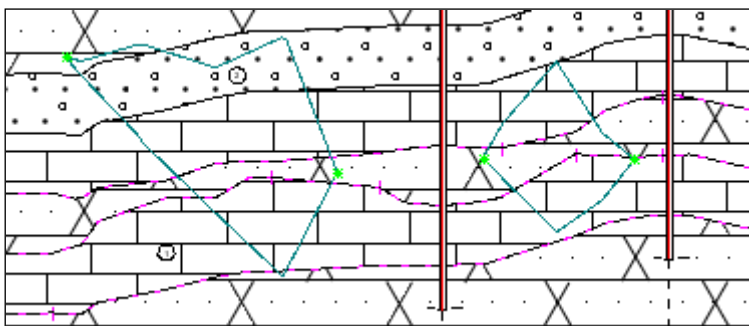

Рис. 12.11
4. Щелкните в окне **Продольный профиль** *правой кнопкой мыши*. В открывшемся контекстном меню выберите – **Установить проект «Разрез ОГМ-Геология» активным**. На данном объекте присутствуют снятые поверхности свода и дна пещеры (рис. 12.11).